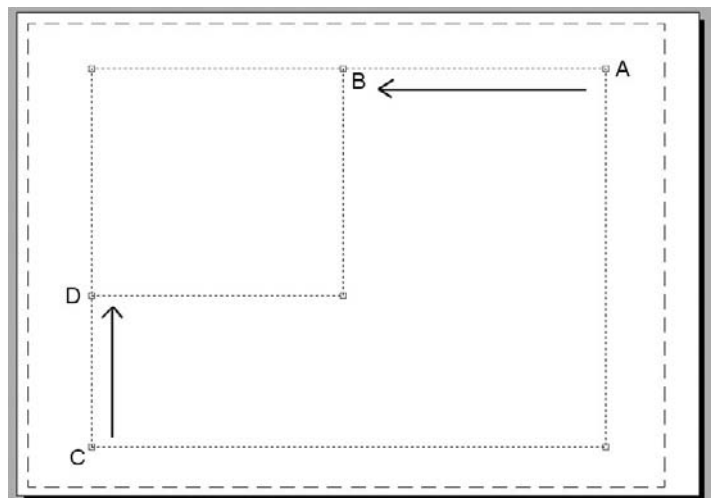

Fig.23.11
- 1 Se placer dans la bonne présentation. Redimensionner, déplacer ou supprimer la fenêtre déjà existante dans la présentation. Il est possible d'utiliser les grips (poignées) pour redimensionner la fenêtre (fig.23.11). Par exemple, déplacer la poignée A vers B et la poignée C vers D.